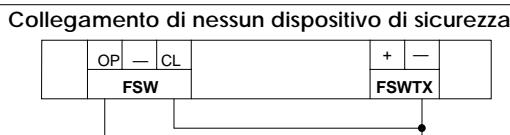

Fig. 16
**Nota bene:** Se non vengono collegati dispositivi di sicurezza in apertura, ponticellare gli ingressi OP e - FSW TX (fig. 16).
**Nota bene:** Se non vengono collegati dispositivi di sicurezza in chiusura, ponticellare gli ingressi CL e - FSW TX (fig. 16).